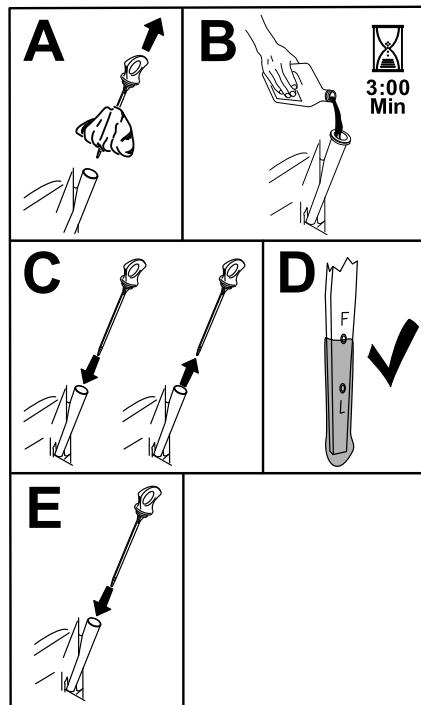

Figure 42
5. Versez lentement environ 80 % de l'huile spécifiée dans le tube de remplissage, puis faites l'appoint lentement pour faire monter le niveau jusqu'au repère maximum (**Full**) (Figure 42).
3. Faites le plein du carter moteur avec une huile du type voulu (Figure 42).